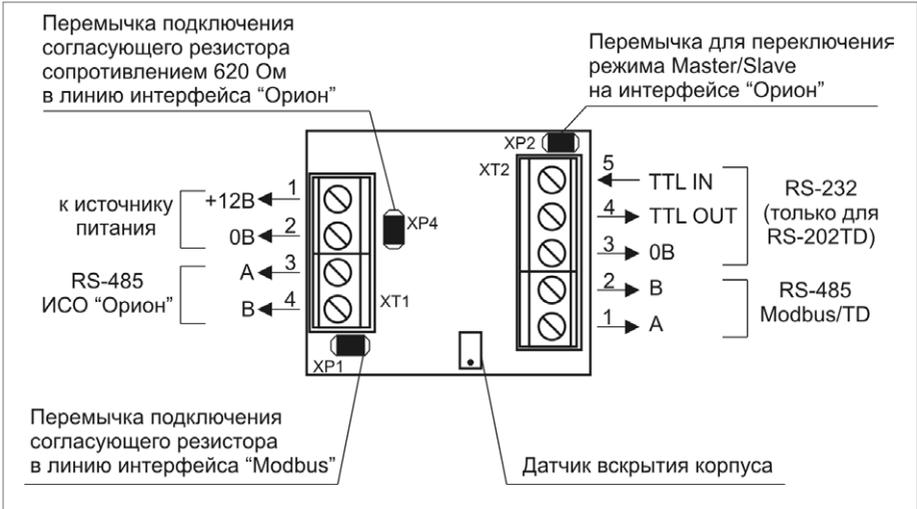
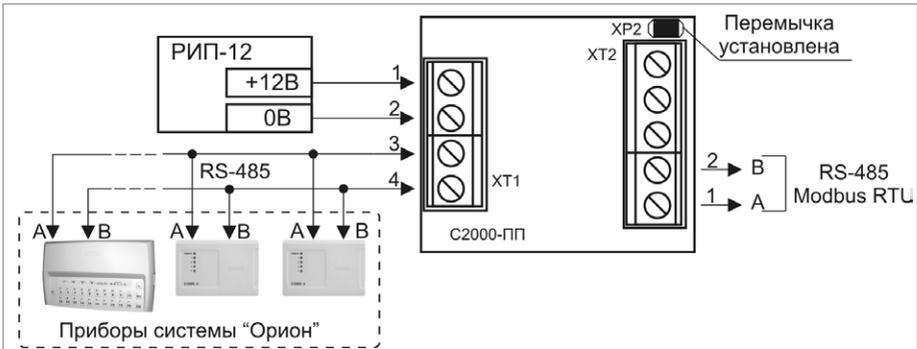

Рисунок 3. Назначение клемм и переключателей преобразователя «С2000-ПП»
Рисунок 4. Подключение преобразователя «С2000-ПП» в режиме «Орион-Master»
- 1.3. Подключите преобразователь в соответствии с проектной документацией и схемой на рис. 4, 5 (схема подключения зависит от режима работы преобразователя). На рис. 3 показана плата преобразователя и приведено назначение клемм и перемычек.
Подключите к клеммам XT2.1 и XT2.2 преобразователя линии A и B интерфейса RS-485 «Modbus RTU» (рис. 4 и 5), если это указано в проектной документации.
Если преобразователь не является первым или последним в линии интерфейса RS 485 «Modbus RTU», удалите переключатель с разъема XP1 (см. рис. 3).